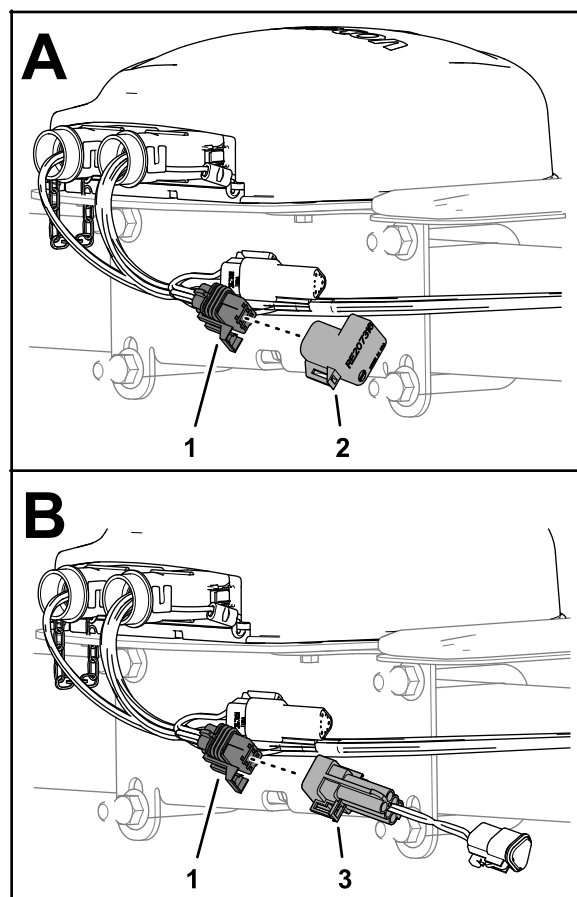

Рисунок 180
1. На спутниковом приемнике снимите оконечное устройство шины ISO для 6-гнездового разъема жгута проводов GeoLink (Рисунок 180).
2. Вставьте 6-штыревой разъем переходного жгута проводов длиной 13 см в 6-гнездовой разъем жгута проводов GeoLink (Рисунок 180).